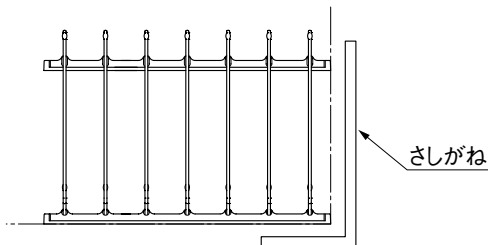

図2-2
- 下棧の両端部と中央部には、①-②を使ってください。
- ② さしがね等で直角が出ていることを確認して、全てのネジを締込んでください。(図2-2参照)